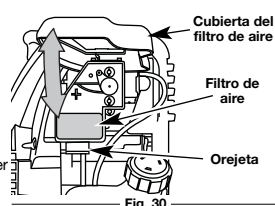

Fig. 30
1. Abra la tapa del filtro de aire. Empuje hacia adentro la lengüeta que está en lado inferior de la tapa. Después hale hacia afuera y arriba la tapa del filtro de aire. (Fig. 30).
8. Gire la tapa hacia abajo hasta que la lengüeta de la placa posterior del filtro de aire se enganche en la ranura de la tapa del filtro de aire (Fig. 30).